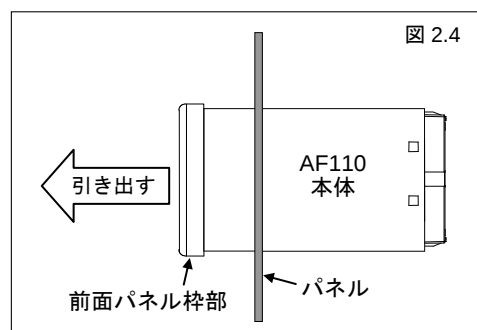

図 2.4
4. AF110 の前面パネル枠部を持ちながら、取付穴から引き出します。(図 2.4)